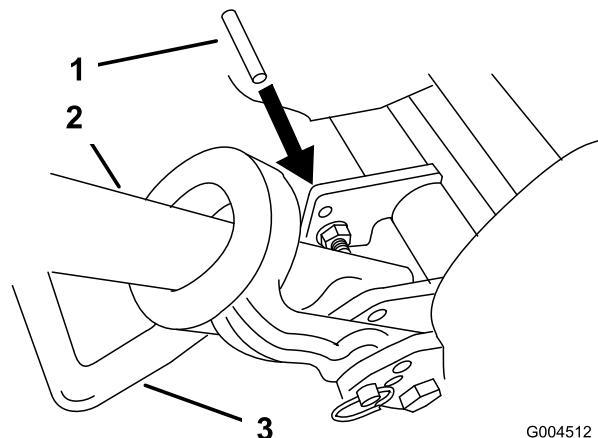

Figura 46
2. Abbassate il cavalletto e inserite un perno (o una spina) del diametro di 6,3 mm (1/4 poll.) nel foro del telaio sopraltante il bullone di montaggio del cavalletto (Figura 46).